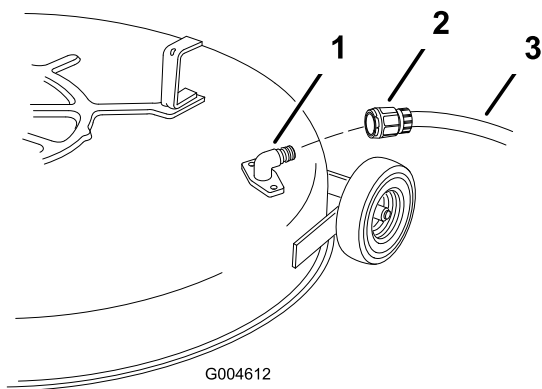

Bild 50
5. Fastgør slangen på enden af plæneklipperens vaskefitting, og skru helt op for vandet (Bild 50).